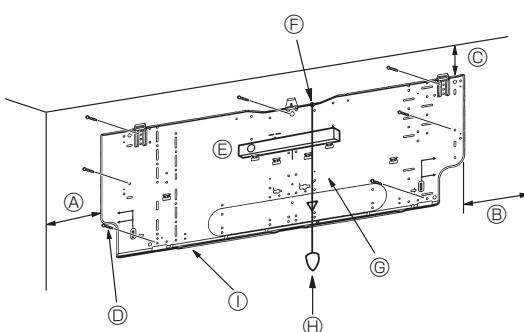

Fig. 3-4
3.2.3. Установлення кріплення для монтажу на стіні (Fig. 3-4)